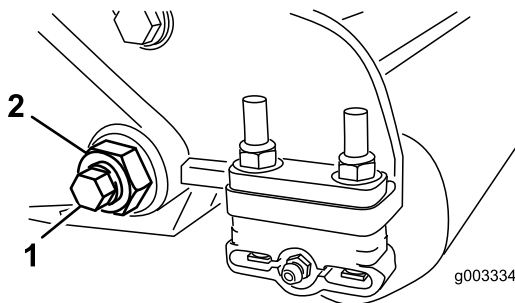

Figura 24
3. Desaperte a porca de bloqueio que segura a cavilha da barra de apoio, em cada um dos lados da máquina (Figura 24).
4. Remova cada um dos parafusos da barra de apoio, de modo a puxá-la para baixo e retirá-la da unidade de corte (Figura 24).